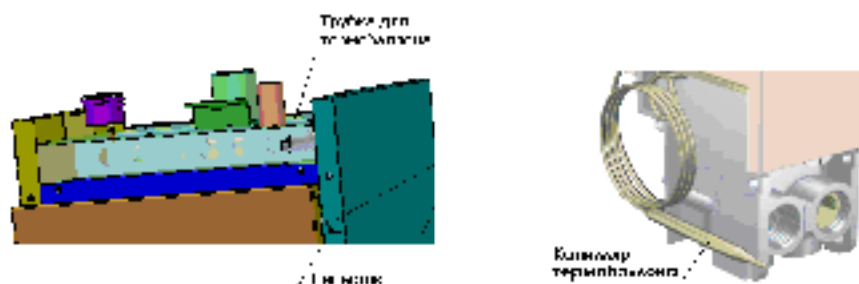

Рис. 20 Установка термобаллона
7.6 Медную трубку (капилляр) термобаллона термодатчика горелки (рис.20) развернуть и протянуть по правой боковине котла, заправив вместе с проводами за лепестки.